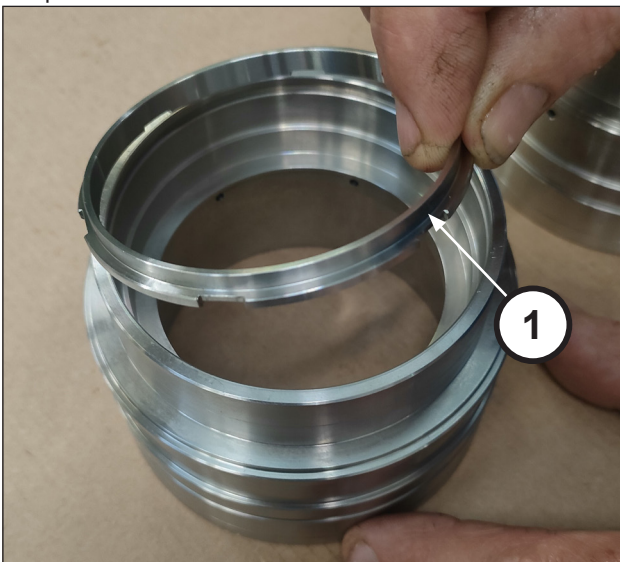
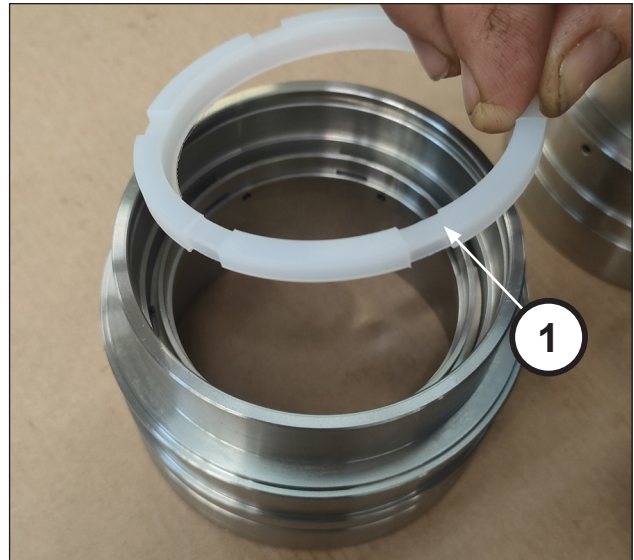

Abb. 149
Abb. 150
Setzen Sie den Kopfring des Abstreifrings (Pos. ①, Abb. 149) und den Abstreifring (Pos. ①, Abb. 150) in den entsprechenden Sitz ein.